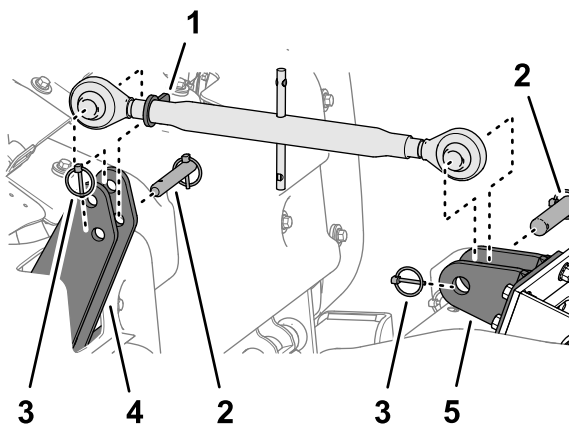

Figura 48
2. Desaperte a porca de bloqueio (**Figura 48**) e rode a ligação de ajuste superior para libertar a tensão entre a máquina e a unidade de tração.
3. Retire o pino de sujeição e o pino de ligação que fixa a ligação de ajuste superior às placas de engate superior da máquina (Figura 48).
4. Retire o pino de sujeição e o pino de ligação que fixa a ligação de ajuste superior ao suporte de ligação da unidade de tração (Figura 48).